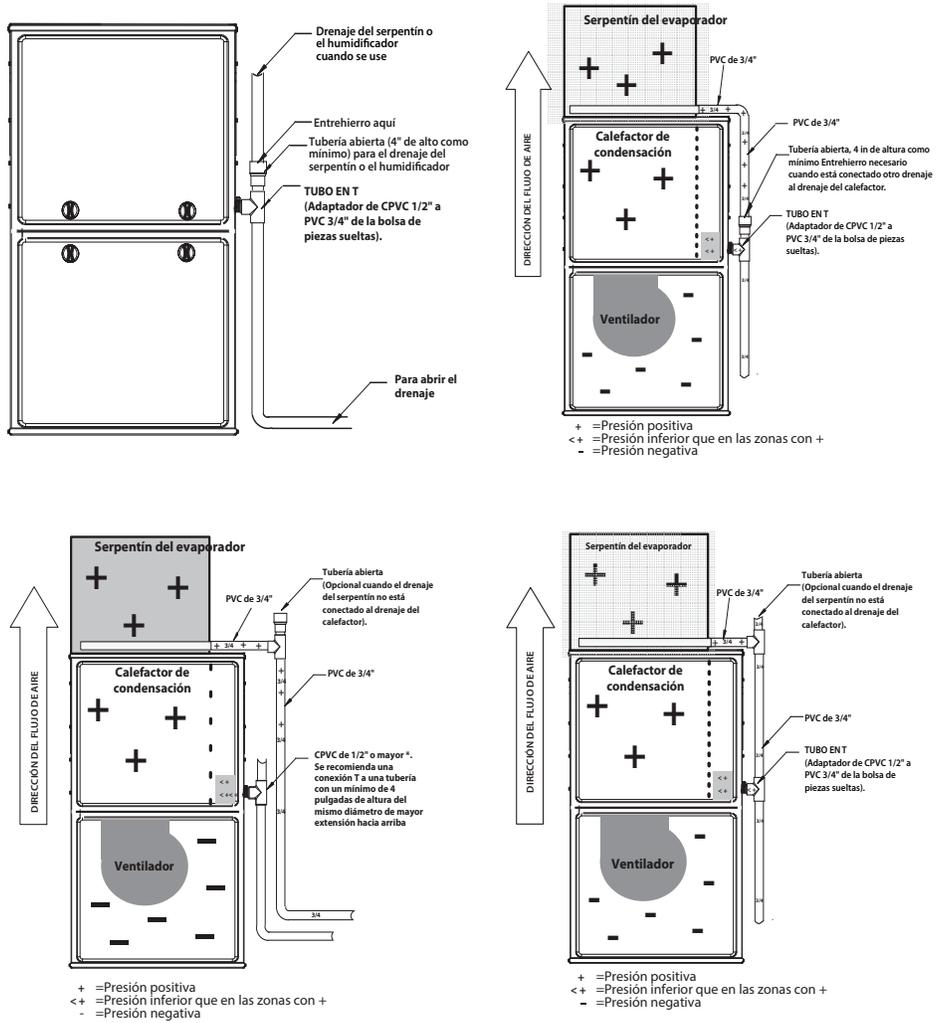

Fig. 11 – Ejemplo de conexión del drenaje *in situ*
Se requiere un juego de instalación horizontal (arandela de trampa) adicionales no suministrados de fábrica solo para todas las instalaciones horizontales de ventilación directa. El juego contiene una arandela gruesa de goma diseñada para crear un sello entre la carcasa del calefactor y la trampa de condensación; consulte la Fig. 11.
- Todas las tuberías de condensación son de PVC de al menos 3/4 in y hay una conexión de descarga en T en la parte superior de la tubería de drenaje de condensación, como se muestra en la Fig. 11.